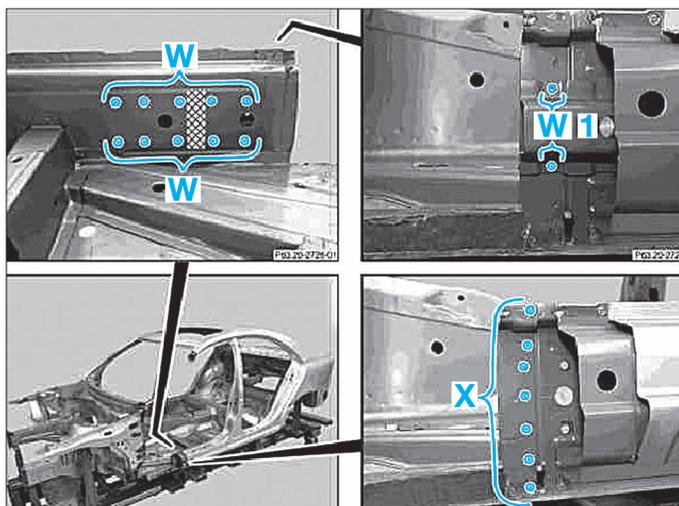

FIG. 39
- Effectuer la découpe selon la ligne de coupe (P).
- Fraiser les points de soudure zone (Q).
- Fraiser les points de soudure zone (R).
- Effectuer la découpe selon la ligne de coupe (S).
- Fraiser les points de soudure zone (Y).
- Meuler le cordon de soudure zone (V).
- Fraiser les points de soudure zone (T).
- Fraiser les points de soudure zone (W) (Fig.39).